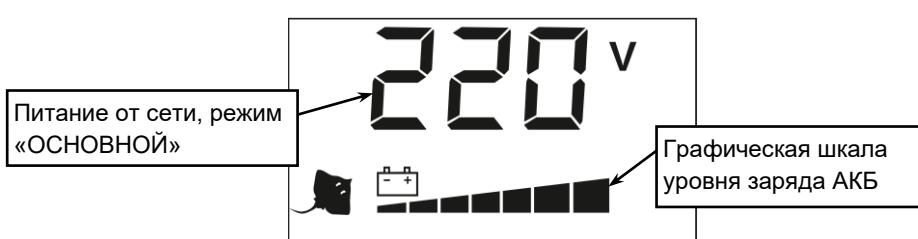

Рисунок 3 — Дисплей, режим «ОСНОВНОЙ».
При наличии напряжения питающей сети в пределах допустимого диапазона (см. п.2 таблицы 1) изделие питает нагрузку от источника входного сетевого электропитания и осуществляет заряд или поддержание заряда внешней АКБ. На передней панели светятся индикаторы «СЕТЬ» и «ВЫХОД». На дисплее отображается соответствующая информация (см. рисунок 3).
- При наличии входного сетевого напряжения в допустимом диапазоне (см.п.2 таблицы 1), изделие подаст напряжение на нагрузку в режиме «ОСНОВНОЙ», на дисплее отобразится сообщение «220v» (см. рисунок 3), индикатор «АКБ» погаснет, индикатор «СЕТЬ» включится.